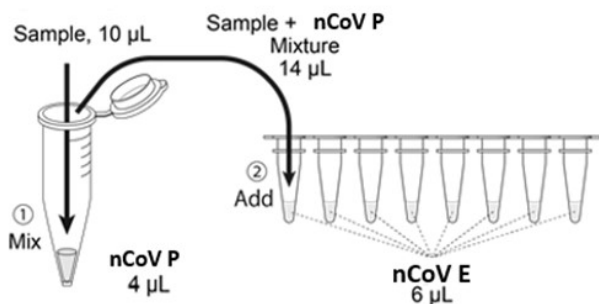

図 1. サンプルの調製
(2) 反応溶液の調製
- (ii) チューブで 10 µL の RNA 試料と 4 µL の nCoV P を混合します(図 1 ①)。RNA 試料が 10 µL に満たない場合には、滅菌水で 10 µL にメスアップしてください。なお、コントロール反応用に、RNA 試料の代わりに陽性コントロール nCoV 10 µL を添加した陽性混合液と、陰性コントロール 10 µL を添加した陰性混合液をそれぞれ調製してください。
(iv) 調製液 (iii) で混合した 14 μL を、氷上で分注済みの nCoV E に加えます。混合液を 10 回ほどピペティングし、反応溶液を調製してください (図 1 ②)。